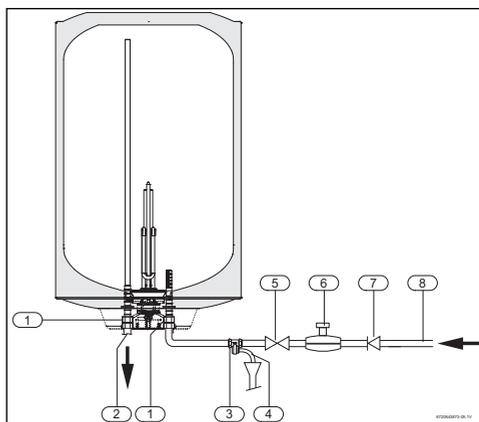

Fig. 7 Ligação de água
De forma a evitar problemas provocados por alterações de pressão súbitas na alimentação, aconselha-se a montagem de uma válvula anti-retorno a montante do termoacumulador (fig. 7, [7]).
- ▶ Instalar a válvula de segurança na entrada de água do termoacumulador (Fig. 7, [3]).
Se a pressão de entrada de água for superior a 80% da pressão máxima do termoacumulador (6,4 bar), instalar uma válvula redutora de pressão de água (Fig. 7, [6]).
- ▶ Fechar a válvula de corte de água (→Fig. 7).